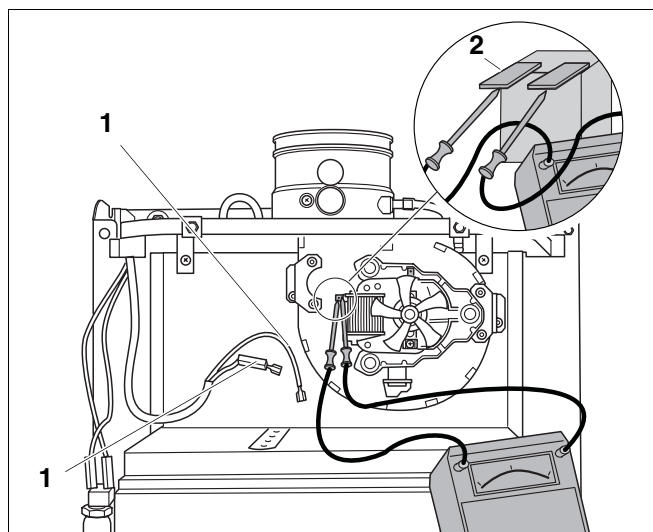

Рис. 10 Проверка вентилятора
- Вытянуть кабельный штекер (рис. 10, поз. 1) из вентилятора.
- Проверить сопротивление вентилятора на присоединениях (рис. 10, поз. 2). Если сопротивление вентилятора составляет ок. 50 Ом, вентилятор в порядке.